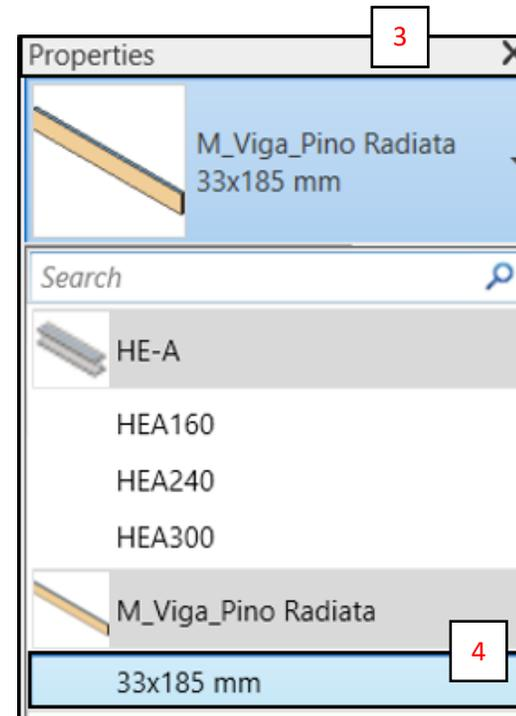

Fig. 21
- B. Para seleccionar el tipo de viga insertado, ir a la *Tabla de Propiedades (Properties)* (3) y seleccionar la viga de madera correspondiente en la ventana desplegable de tipos (4). (*Fig. 21*)